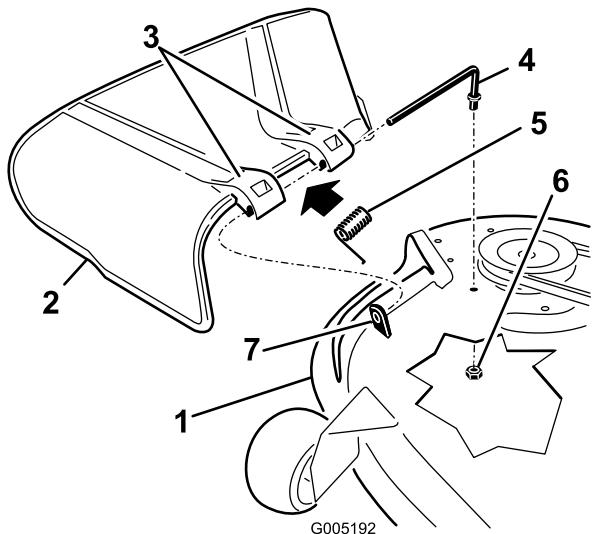

Figure 70
1. Retirez l'écrou (3/8 pouce) de la tige, sous le plateau de coupe (Figure 70).
2. Sortez la tige de la courte cheville de positionnement, du ressort et du déflecteur d'herbe (Figure 70).
4. Remettez en place le déflecteur d'herbe (Figure 70).
7. Insérez la tige dans le deuxième support du déflecteur d'herbe (Figure 70).
9. Fixez l'extrémité arrière de la tige dans le plateau de coupe à l'aide d'un écrou (3/8 po), comme montré à la Figure 70.